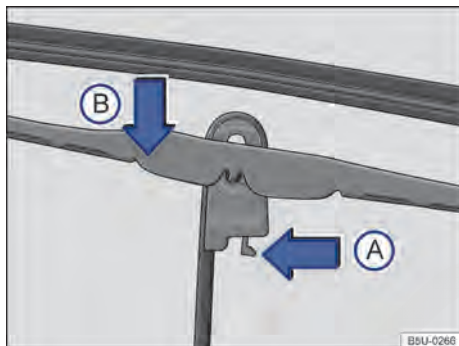

Fig. 143 Substituir as palhetas dos limpadores do para-brisa.
- Colocar a palheta em uma posição perpendicular em relação ao braço → Fig. 143.